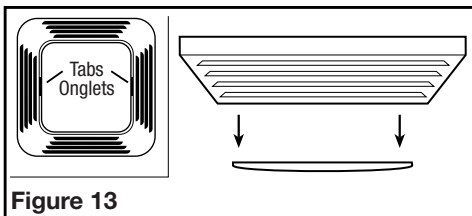

Figure 13
- Changing the Light Bulb:** Disconnect power to the unit. Remove the light lens by squeezing at the tabs and pulling down (**Figure 13**). Remove light bulb and refer to instructions in **Section 6 Completing the Installation**, to complete the light bulb change and installation of light lens.
- Remplacement de l'ampoule :** débrancher l'alimentation de l'unité. Enlever la lentille de la lumière en pressant sur les onglets et en la tirant vers le bas (Figure 13). Enlever l'ampoule et vous référer aux instructions de la **Section 6 - Complétion de l'installation** pour compléter le remplacement de l'ampoule et l'installation de lentille de la lumière.